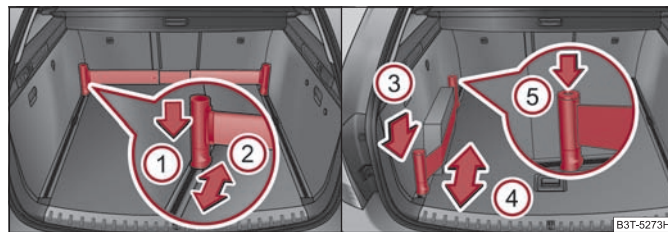

Fig. 93 Bara telescopică și cureaua elastică
- Apăsăți partea de sus a suportului în sensul săgeții ① ⇒ fig. 93 și simultan împingeți-o în poziția dorită, săgeata ②.
- Apăsăți suportul în sensul săgeții ③ ⇒ fig. 93 și simultan împingeți-l în poziția dorită, săgeata ④.
- Apăsăți tasta ⑤ din partea de sus a suportului și strângeți cureaua.
- Puteți rula complet cureaua elastică prin apăsarea tastei ⑤ ⇒ pagina 90, fig. 93. ■